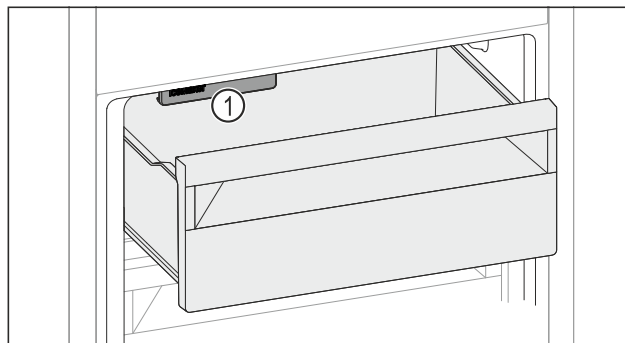

Fig. 162
- Dávejte pozor na IceMaker Fig. 162 (1).